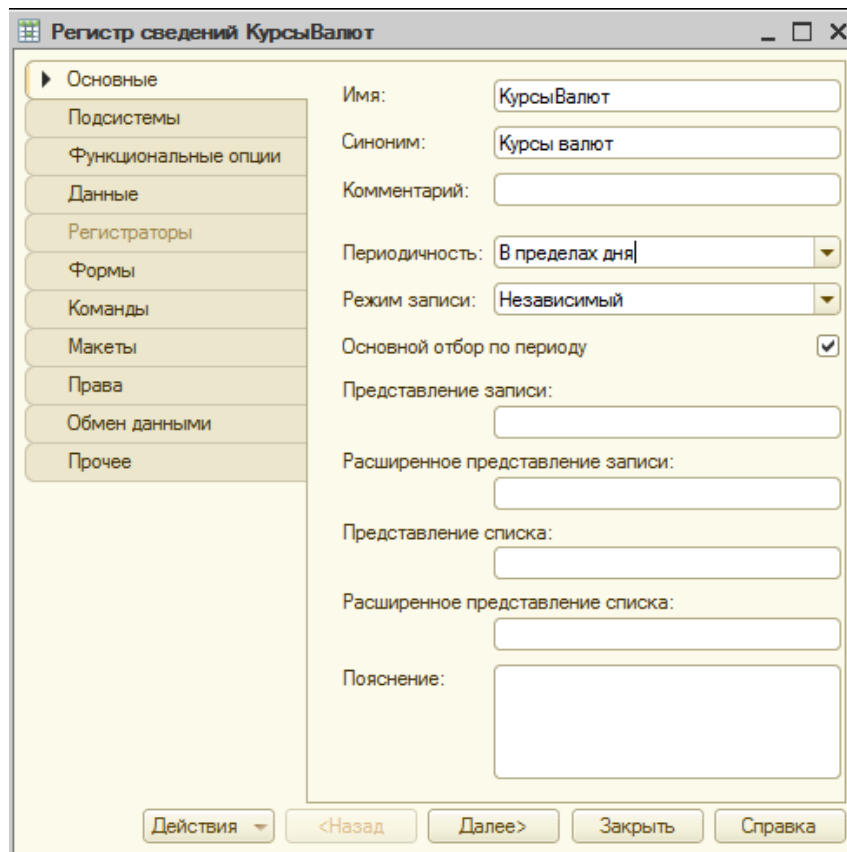

Рисунок 18.1- Создание регистра сведений
2. Создадим новый регистр сведений **КурсыВалют**, установим его периодичность – В пределах дня, Рисунок 18.1.